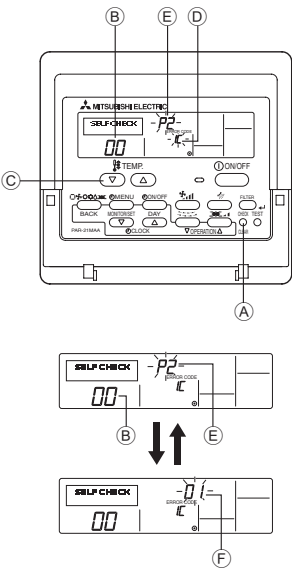

Fig. 7-3
7.3.1. Para el controlador remoto cableado (Fig. 7-3)